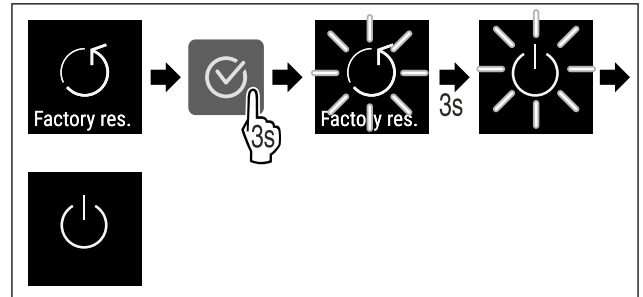

Fig. 113
- ▶ Izvedite zahtevane korake (glejte Fig. 113) .